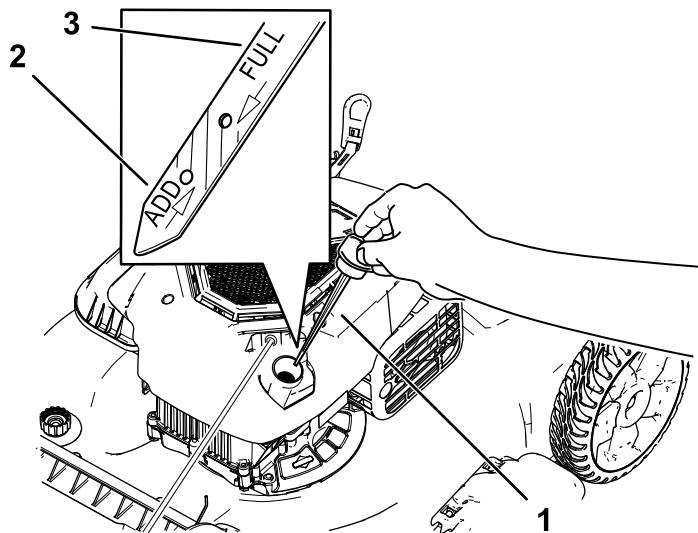

Figura 19
3. Scoateți joja rotind capacul în sens invers acelor de ceasornic și trăgându-l (Figura 19).
10. Verificați nivelul de ulei indicat pe joja (Figura 19).